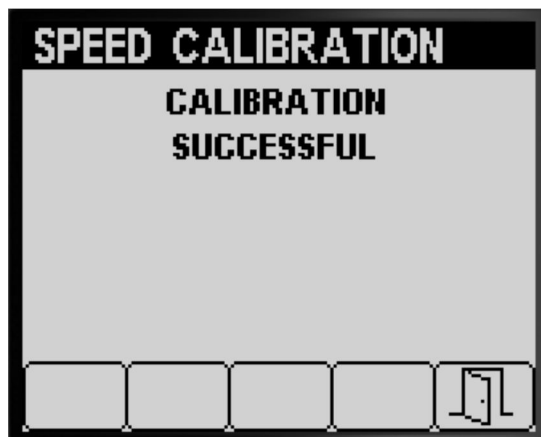
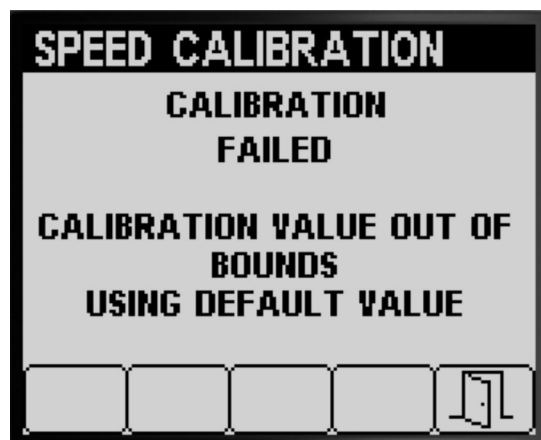

図 68
図 69
- 速度のキャリブレーションが成功しましたというメッセージ 図 68。
- 速度のキャリブレーションが不成功でしたというメッセージ 図 69。
注 キャリブレーションの値が範囲外の場合 図 69 は、代理店に連絡するか、エラーメッセージの内容を確認してもういちどキャリブレーションの手順を行う 速度キャリブレーションの準備 (ページ 22)、および 速度のキャリブレーションを行う (ページ 23)。
5. ボタン 5 を押して速度のキャリブレーション画面を終了する 図 68 または 図 69。